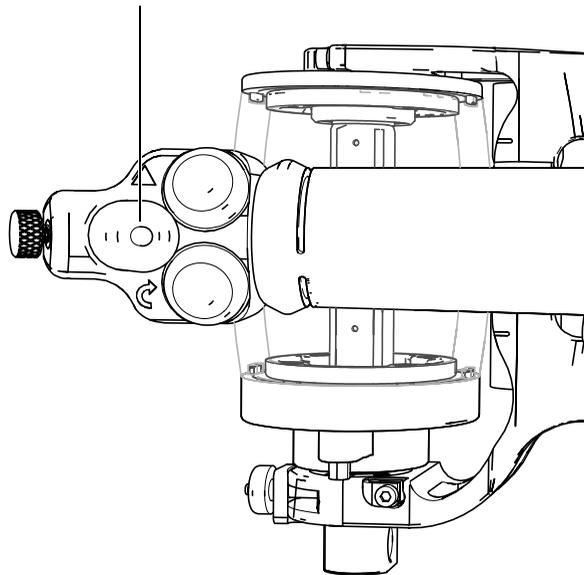

Figure 5-3 Bouton marche/arrêt du guide laser
3. Appuyez sur le bouton marche/arrêt du guide laser pour l'activer (Figure 5-3 à la page 74).
19. Appuyez sur le bouton marche/arrêt du guide laser pour le désactiver (Figure 5-3 à la page 74).